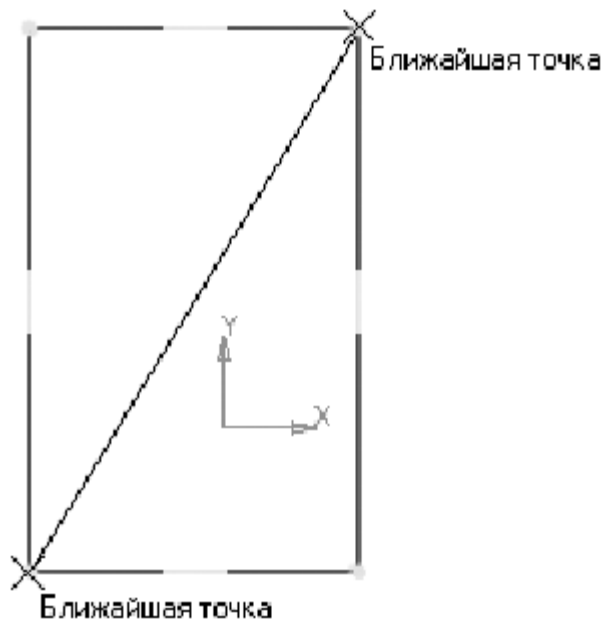

Рисунок 6.
7. Постройте диагональ прямоугольника — с помощью привязки Ближайшая точка укажите две вершины прямоугольника. Для этого подведите курсор к вершине прямоугольника. На экране отобразится название привязки, а в указанной точке появится значок, свидетельствующий о срабатывании привязки. Нажмите левую кнопку мыши — точка, отмеченная значком, будет зафиксирована. Аналогично укажите вторую вершину (рис. 6).